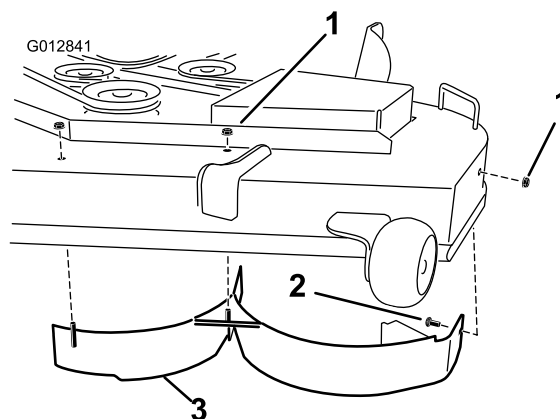

Figura 32
superior de la plataforma de corte, en las posiciones centro y centro izquierda (Figura 32). Retire el perno de cuello cuadrado y la contratruerca, situados en la pared lateral de la plataforma de corte, que sujetan el deflector izquierdo a la plataforma.
7. Retire el deflector izquierdo de la plataforma de corte según se muestra en Figura 32.
8. Localice los dos pernos y las contratruercas entre las piezas sueltas. Instale estas fijaciones en los taladros indicados en Figura 32 de la plataforma de corte para evitar que se arrojen residuos al aire. Instale el perno con la cabeza por debajo de la plataforma, y sujételo desde arriba con una contratruerca.